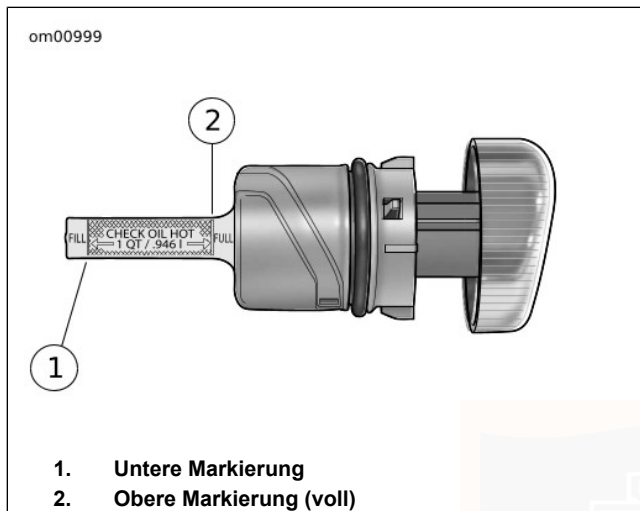

Abbildung 26. Einfüllverschlussstopfen/Ölmesstab:
3. Den Einfüllverschlussstopfen wieder entfernen und den Ölstand am Ölmesstab prüfen. Siehe Abbildung 26. Der Ölmesstab hat zwei Markierungen. Befindet sich der Ölstand an oder unter der unteren Markierung, nur so viel Öl nachfüllen, dass es zwischen den beiden Pfeilen auf dem Ölmesstab steht. Den Einfüllverschlussstopfen anbringen.
- Den Einfüllverschlussstopfen wieder entfernen und den Ölstand bei warmem Motor am Ölmesstab prüfen. Siehe Abbildung 26. Der Ölmesstab hat zwei Markierungen. Wenn der Ölstand im Tank an oder unter der unteren Markierung liegt, 0,946 L (1,0 qt) Harley-Davidson-Öl in den Tank nachfüllen. Den Einfüllverschlussstopfen anbringen.